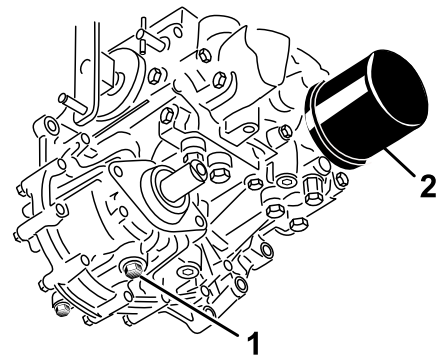

Figura 63
- Coloque um recipiente grande sob o reservatório hidráulico e cárter da transmissão e retire os bujões, drenando todo o fluido hidráulico (Figura 63).
- Limpe a zona em redor do filtro de óleo hidráulico e retire-o (Figura 63).